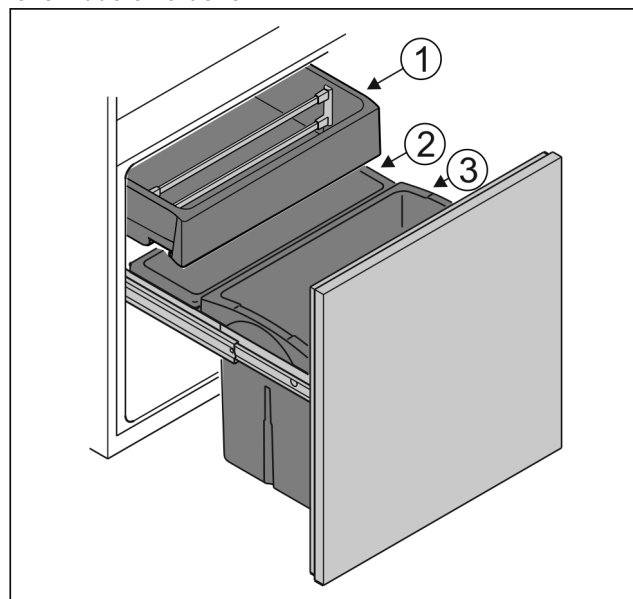

Fig. 4
- ▶ Reservoir *Fig. 4 (1)*: Niet-ingepakte groente en zuidvruchten plaatsen.
- ▶ Reservoir *Fig. 4 (2)*: Niet-ingepakte kleine soorten fruit en groente plaatsen.
- ▶ Reservoir *Fig. 4 (3)*: Afzonderlijke flessen plaatsen.